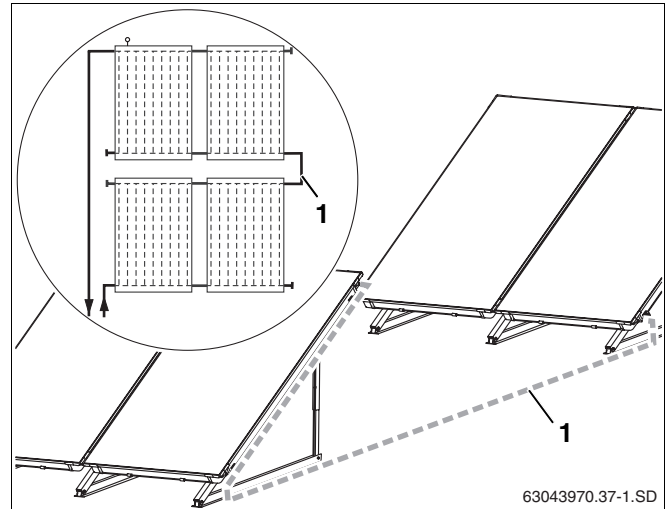

Fig. 61 Dos filas de colectores seguidas
Para conectar dos filas de colectores (fig. 61, **pos. 1**) necesitará un segundo juego de conexión.